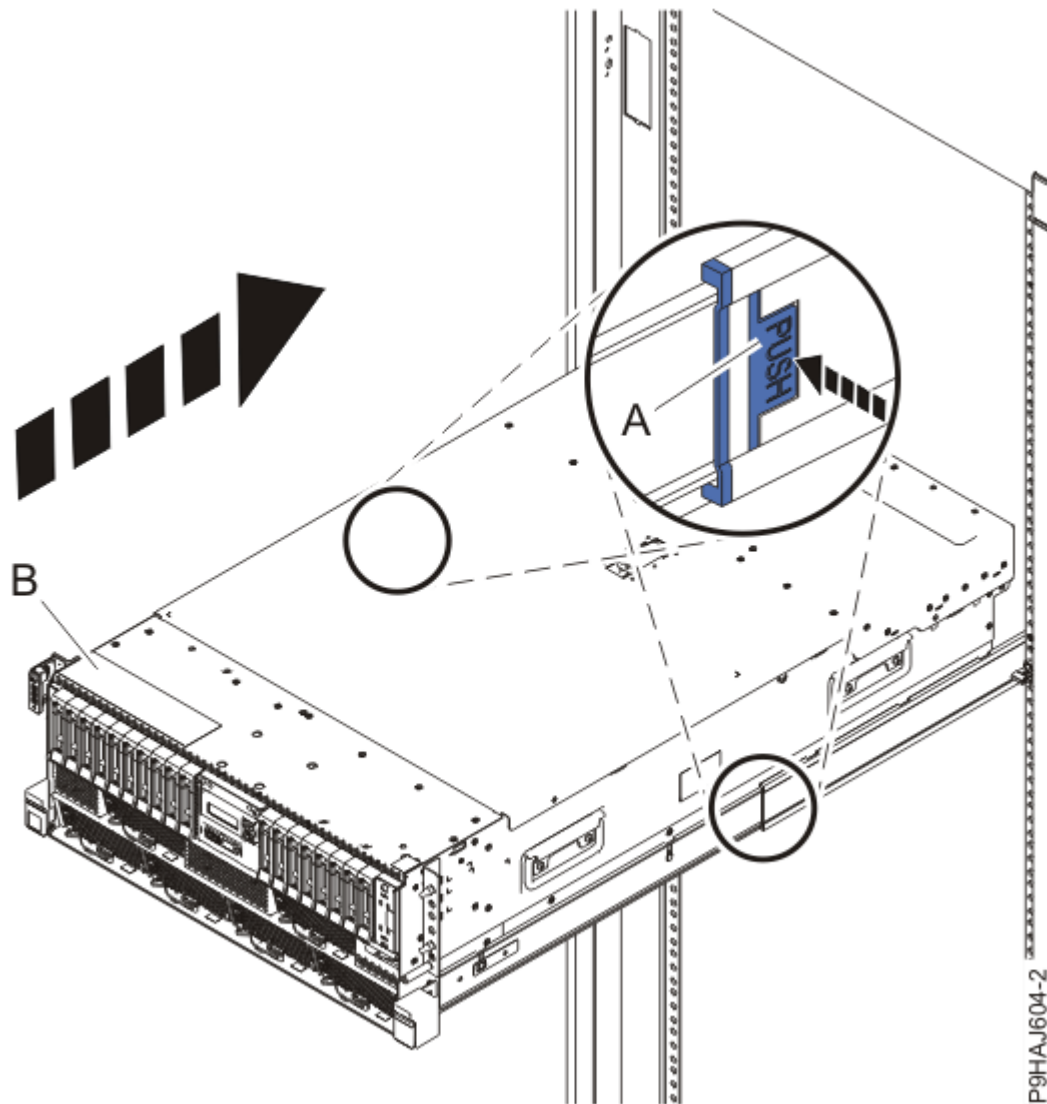

Abbildung 100. System in die Betriebsposition bringen
3. Entsperren Sie bei einem Einschubsystem die blauen Schienensicherheitsverriegelungen (**A**), indem Sie sie nach innen drücken (siehe Abbildung 100 auf Seite 114).